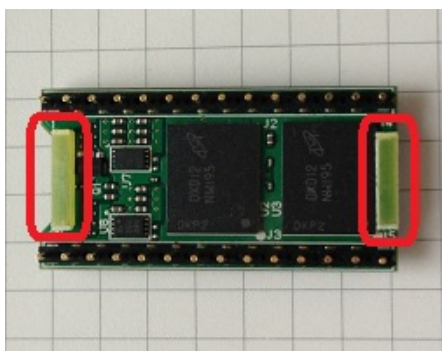

図 10.1.uSDCONF2A Bottom View
- ・ しかしながら、図 10.1.のように、モジュールの裏側は高密度にチップ部品を実装しており、取扱いに注意して取り外さないと不用意に部品を押しつぶしたり、パターンを剥離してしまいかねません。